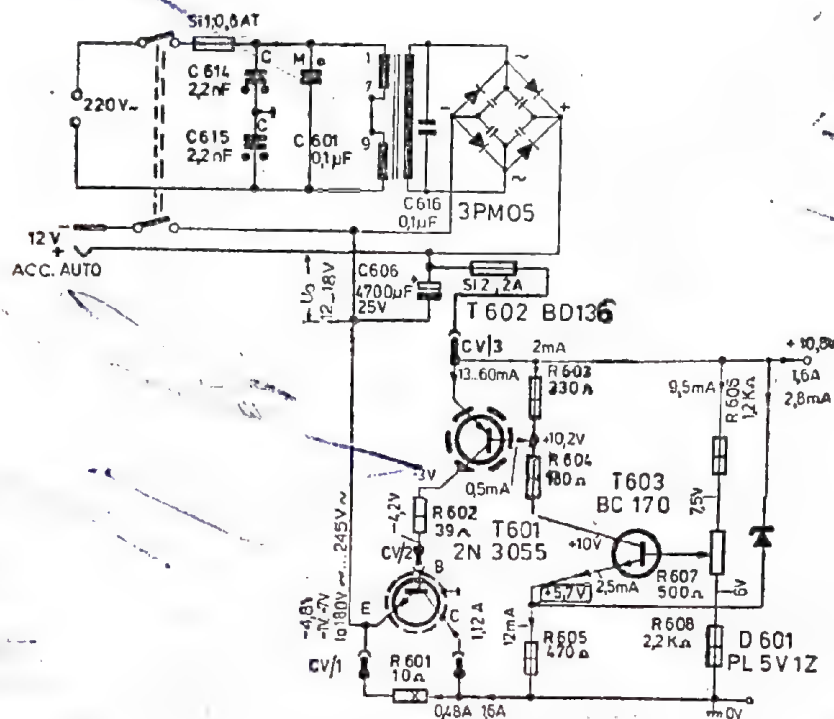

FIG.10.6. STABILIZATORUL SERIE AL TELEVIZORULUI PORTABIL SPORT CU CI
În fig. 10.6 se prezintă schema completă a redresorului stabilizat al TV Sport cu CI.
În schema din fig. 10.6 se vede că linia de plus merge direct de la C_{606} (plusul punții redresoare) direct la $U_A=+10,8_V$, iar minusul general al U_A este conectat la masă (OV). Colectorul $2N3055$ (deci corpul) este conectat la masă, iar emitorul la borna negativă a C_{606} . Astfel, la $U_R=220_V \sim$ când $U_0=15,6_V$, pe emitorul T_{601} se măsoară $-4,8_V$ față de masă; această tensiune scade la -1_V când $U_R=180_V \sim$ și crește la cca -7_V când $U_R=245_V \sim$. Tensiunile continue indicate în schemă sînt valabile la tensiunea de rețea de $220_V \sim$. Esențial este, că tensiunea stabilizată de $10,8_V$ se compune din: $U_z=5,1_V$ și $U_{ET603}=5,7_V$. Rezistența R_E este $R_{605}-470_\Omega$ prin care curge un curent de 12 mA care provine parte ($9,5\text{ mA}$) din D_{601} și parte ($2,5\text{ mA}$) din T_{603} .
Situația curenților în schema stabilizatorului (vezi fig. 10.6):